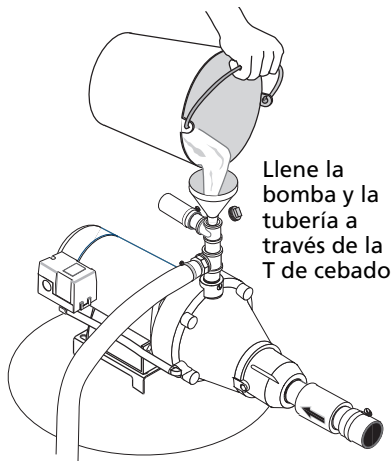

Figura 12 – Llène la Bomba
1. Retire el tapón de cebado de la bomba y llene la bomba (véase la Figura 12), llene toda la tubería entre la bomba y el pozo, y asegúrese que toda la tubería en el pozo esté llena. Si también ha instalado una T de cebado en la tubería de succión, retire el tapón de la T y llene la tubería de succión.